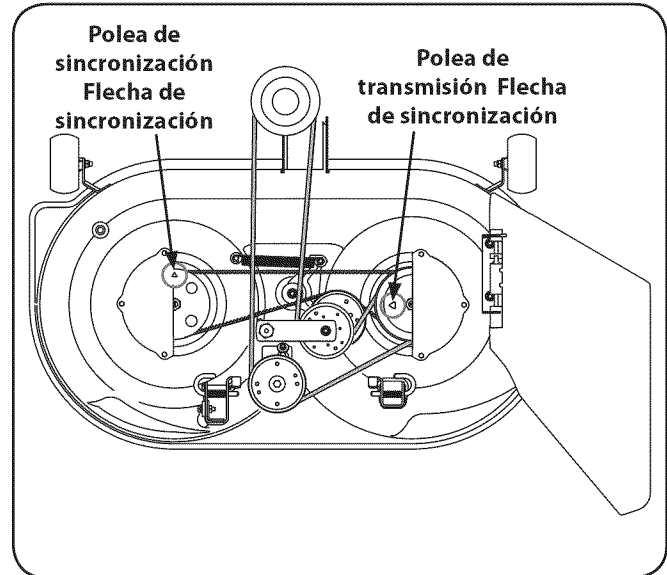
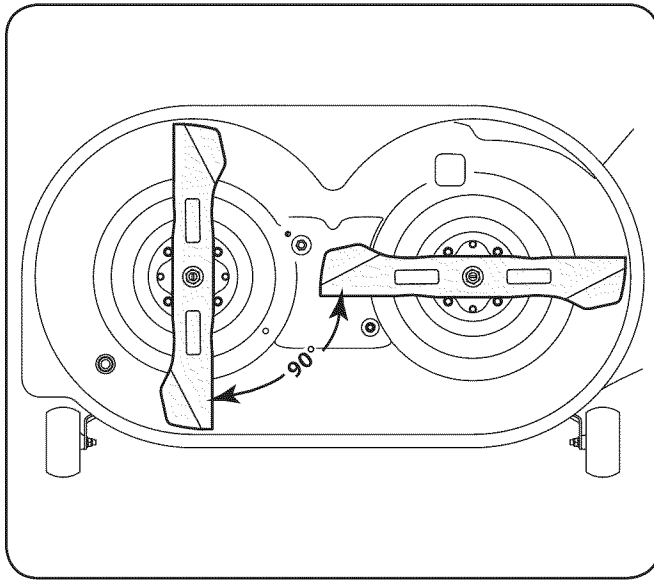

Figura 7-6
Figura 7-7
8. Tenga en cuenta las flechas que están en la parte superior de la polea de sincronización del husillo izquierdo y en la polea de transmisión del conjunto del husillo que está a la derecha. Estas flechas de sincronización DEBEN ubicarse a 90 grados una de otra como se indica en la Figura 7-6.
9. Rote el conjunto del husillo que está a la derecha para posicionar la flecha de sincronización de la polea de transmisión como se indica en la Figura 7-6. Luego, sin mover la polea de transmisión derecha, ajuste la correa de transmisión contra la polea de sincronización derecha, por encima de la polea intermedia de la correa de sincronización y por encima de la polea de sincronización izquierda.
13. Verifique nuevamente las flechas de sincronización de las dos poleas. Si se han desplazado de la posición de 90° al tensionar la correa de sincronización, gire la polea intermedia para aliviar la tensión de la correa y reubique las poleas. Estas flechas de sincronización DEBEN ubicarse a 90 grados una de otra como se indica en la Figura 7-6.
- Si la correa de sincronización estaba instalada correctamente y las flechas de sincronización estaban ubicadas como se indica en la Figura 7-6, las cuchillas de corte deben estar en la posición que aparece en la Figura 7-7.